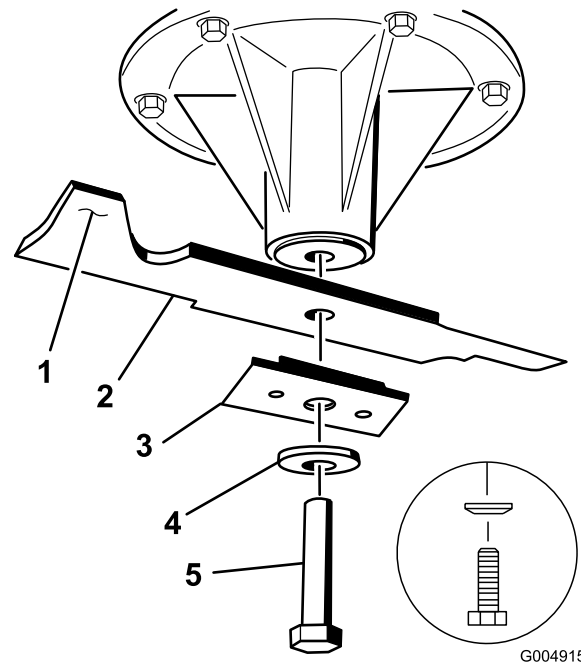

Figura 64
3. En carcasas de corte de 52 pulgadas, instale la cuchilla, el refuerzo, la arandela curva y el perno (Figura 64).